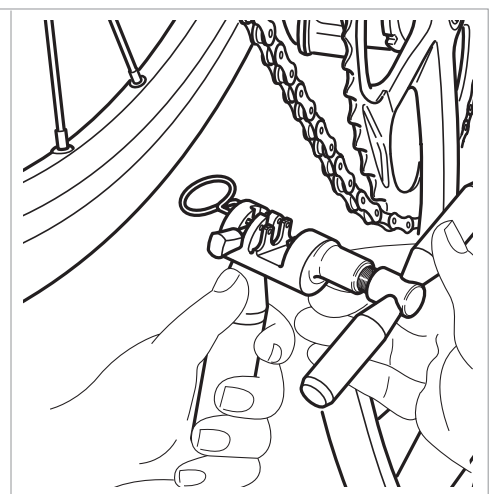

Fig.16
- Colocar la herramienta UT-CN400 como indica la Fig. 16 (por el lado exterior de la cadena hacia el interno).